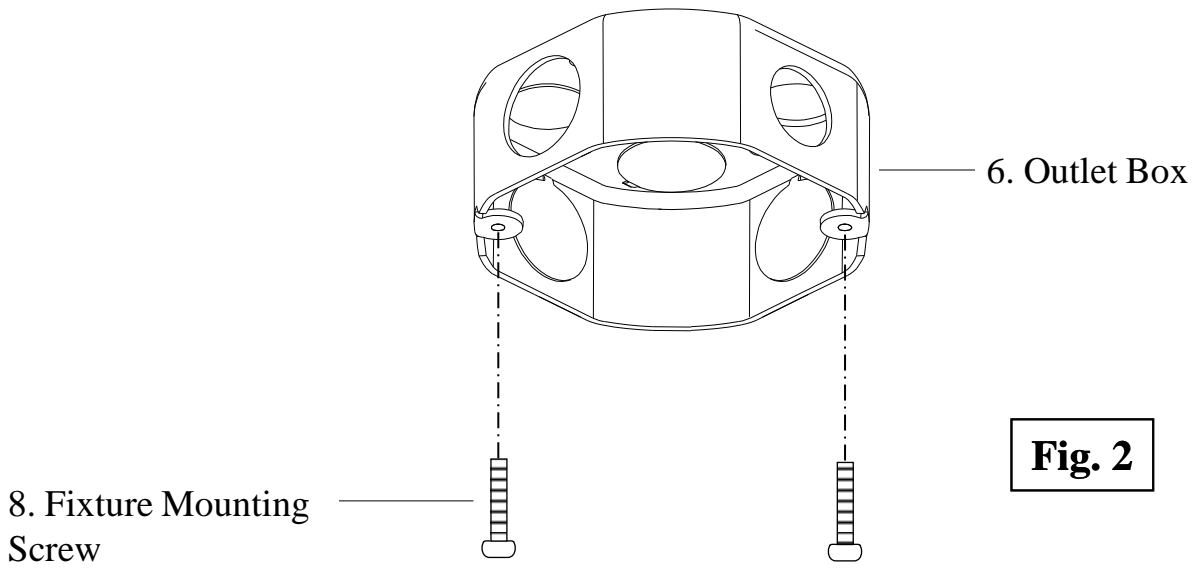

Fig. 2
1. Thread the Fixture Mounting Screws (#8) onto the Outlet Box (#6), as shown. **(Fig. 2)**
1. Inserte los Tornillos de Montaje de la Luminaria (#8) en la Caja de Conexión (#6) como se muestra. **(Fig. 2)**